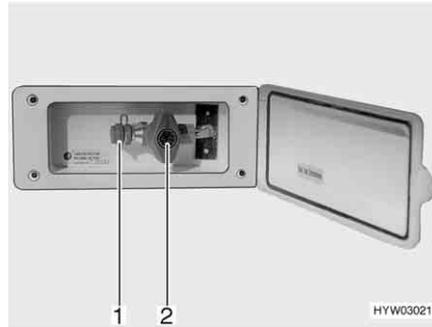

Bild 98 Externer Gasanschluss, Gasabsperventil geschlossen
Der externe Gasanschluss (Bild 98) befindet sich je nach Modell am Heck oder auf der linken bzw. rechten Fahrzeugseite.
- Externes Gasgerät an der Anschluss-Stelle (Bild 98,1) anschließen.
- Das Gasabsperventil (Bild 98,2) öffnen.